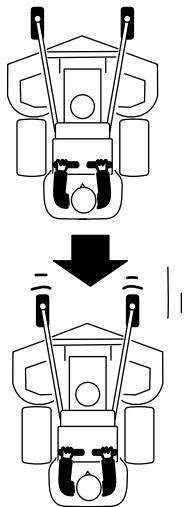

図 20
2. 走行コントロールレバーをゆっくりと後ろに引く図 20。